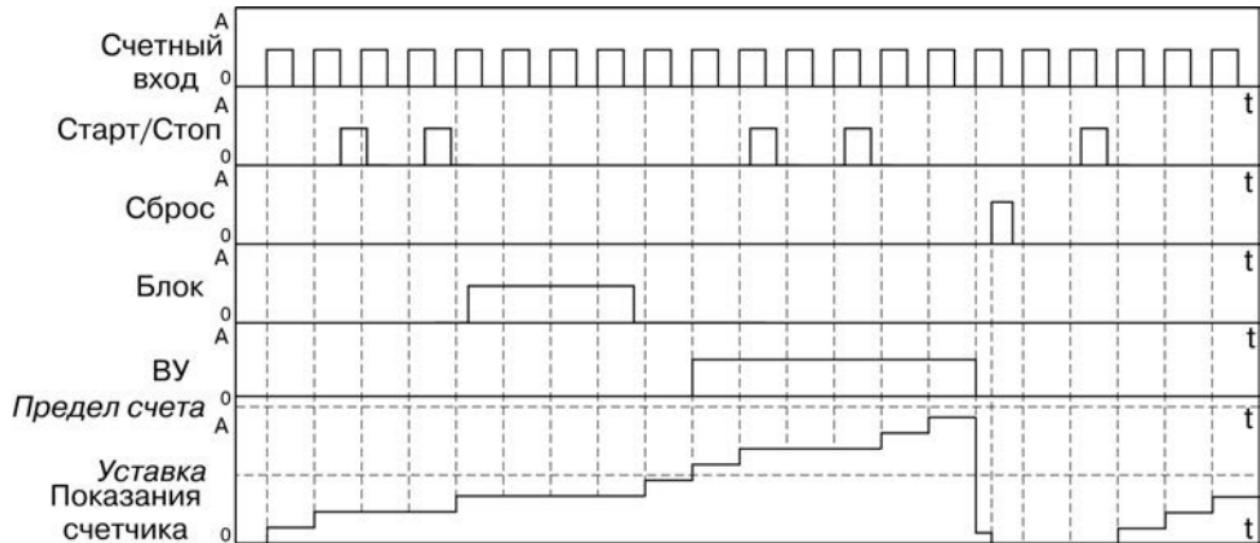

Рисунок 3.10
- тип работы по сигналу «Сброс» – «Сбросить счетчик и ждать сигнала «Старт» ($rSt=Stop$) (рисунок 3.10).